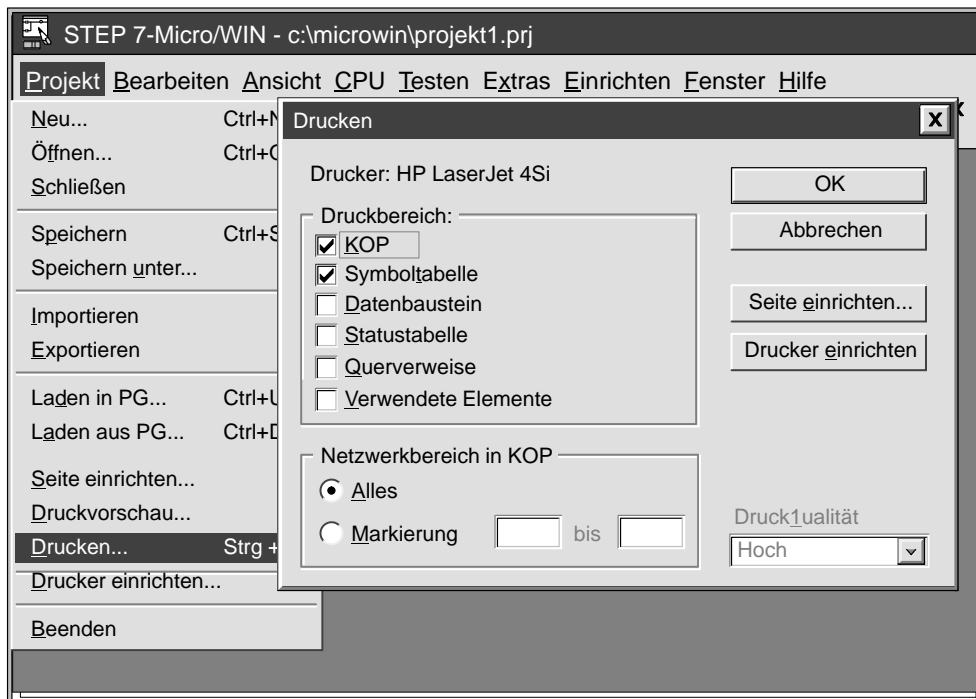

Bild 5-24 Dialogfeld "Drucken"
- Wählen Sie den Menübefehl **Projekt ► Drucken...**, um Ihr Programm zu drucken. Geben Sie an, was Sie drucken möchten und bestätigen Sie mit "OK" (siehe Bild 5-24).
1. Wählen Sie den Menübefehl **Projekt ► Drucken...**. Daraufhin wird das Dialogfeld "Drucken" angezeigt (siehe Bild 5-24).